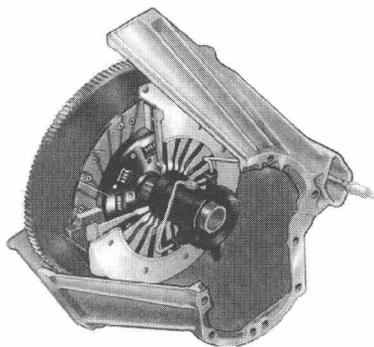

图 1-2 摩擦离合器
(1) 摩擦离合器:指利用主、从动部分的摩擦作用来传递转矩的离合器。这种离合器结构简单,性能可靠,维修方便,目前被广泛采用,如图 1-2 所示。